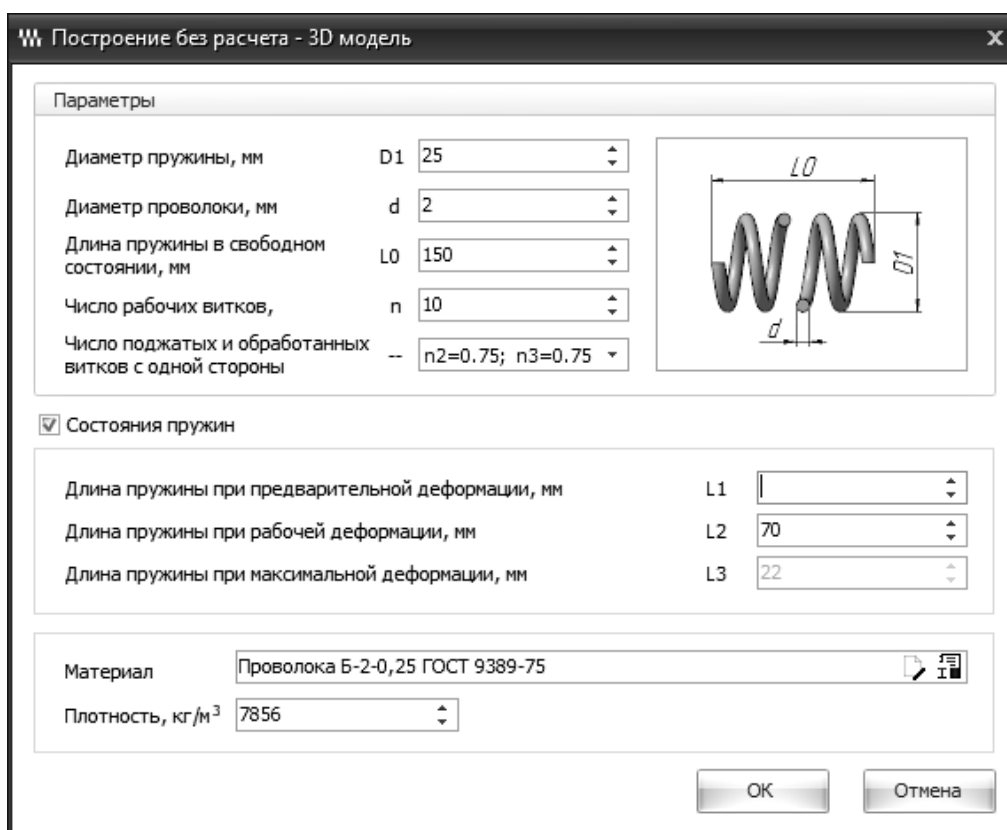

Рис. 13.4. Окно «Параметры без расчета – 3D-модель»
2. В окне «Построение без расчета – 3D-модель» укажите параметры в соответствии с заданием (рис. 13.4). В результате будет сгенерирована трехмерная модель пружины.